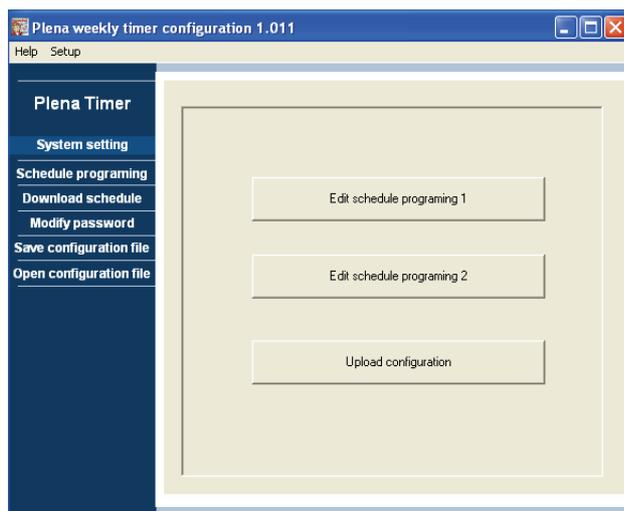

Abbildung 8.16: Schaltflächen für Programmierung und Hochladen
- 1 Klicken Sie vom Hauptmenü aus auf die Schaltfläche Schedule programming. Daraufhin erscheint das folgende Fenster (siehe Abbildung 8.16).